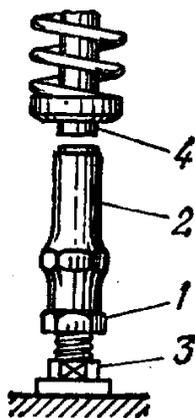

Рис. 1. Клапанный механизм мотоцикла АМ-600:
4. Повернуть на один-полтора оборота контргайку 1 (рис. 1) регулировочного наконечника 2.